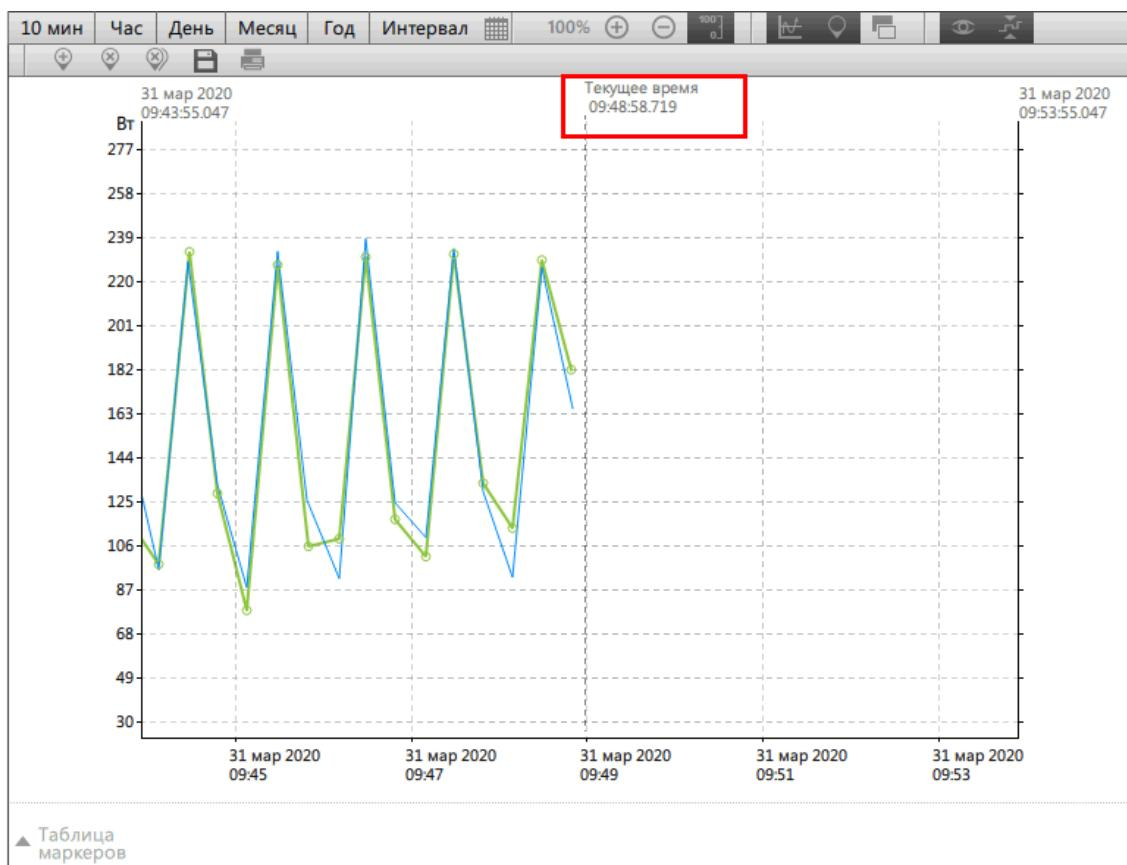

Рисунок 110 - Текущее время по центру
- Положение текущего времени** – расположение текущего времени на графике: справа или по центру (Рисунок 110).